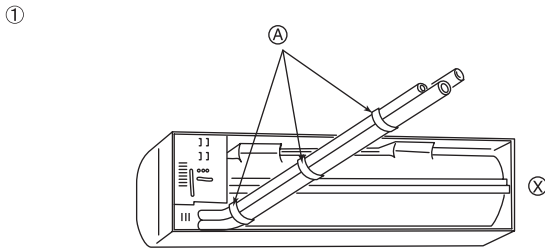
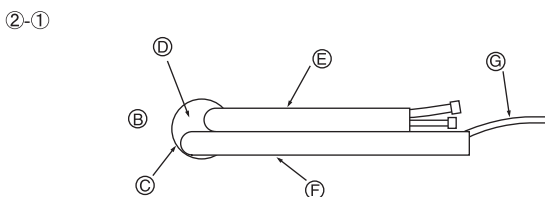

Fig. 3-4
Fig. 3-5
- ① Arka, sağ ve alt boru bağlantıları. (Fig. 3-4)
- (A) Vinil bant
- (X) Bu resim, ünitenin arkadan görünüşünü göstermektedir.
- ② Sol ve arka sol boru bağlantıları
- ②-① Arka sol boru bağlantısı için, boruların doğru uzunluğunu saptamak amacıyla boruları delikten çekip çıkarınız ve sonra da bükünüz. İç ünite duvar montaj mesnedine asılı olmalıdır. (Fig. 3-5)
- (B) Duvar
- (C) Duvardaki delik
- (E) Bükülmüş bölüm
- (E) Soğutucu borusu
- (F) Drenaj borusu
- (G) İletim kablosu